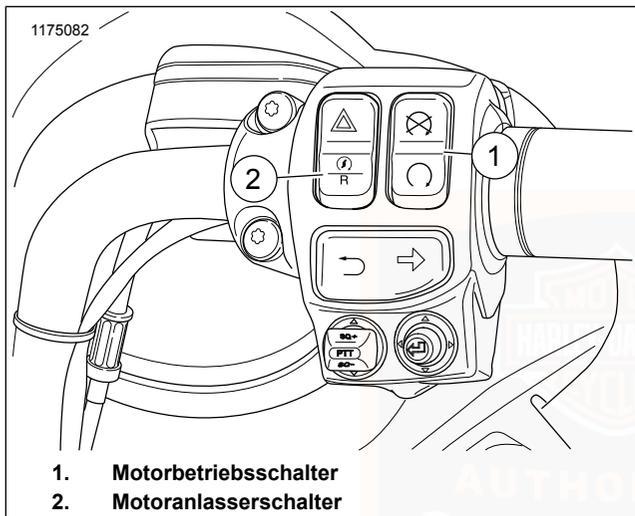

Abbildung 47. Rechte Lenkerbedienelemente (typisch)
2. Den Motorbetriebsschalter EINSCHALTEN. Siehe Abbildung 47.